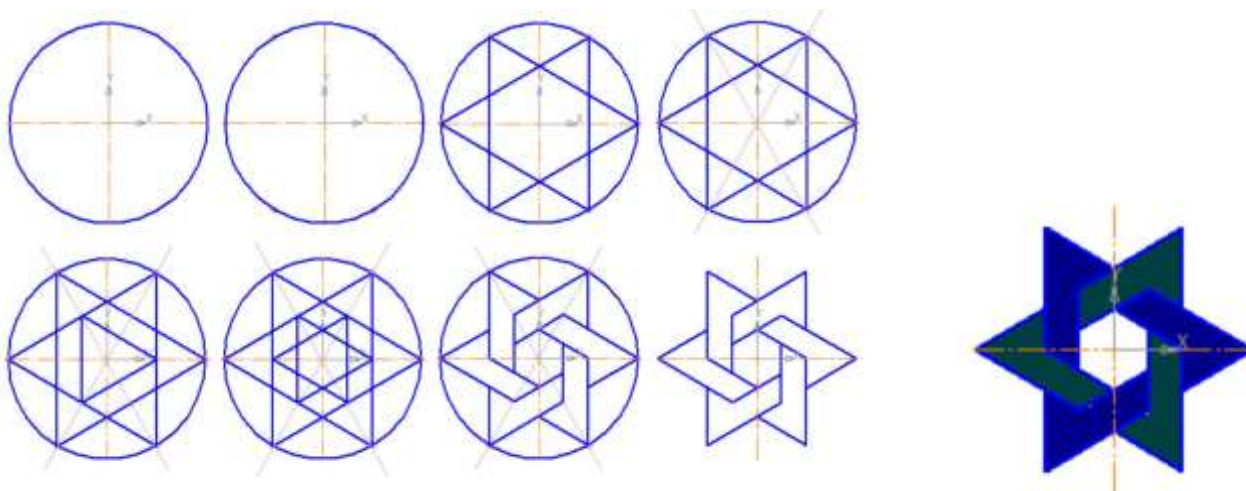

Рис. 5.19
- Постройте орнамент по образцу и сохраните его под именем **Орнамент 2**. За основу возьмите окружность радиусом 50 мм. Выполните заливку данного орнамента (рис. 5.19).